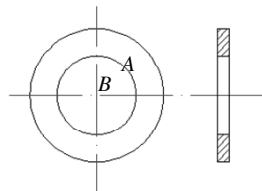

图 10-4 零件垫圈
(1) 打开素材文件，如图 10-4 所示，所要查询的面积即此零件的顶面面积。由图可知，此顶面面积为圆面 A 的面积减去圆面 B 的面积。
(2) 在命令行中输入“aa”，按“Enter”键启动查询面积命令，命令行提示：